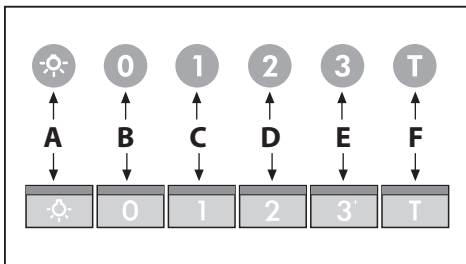

Fig.12
• **Comandi luminosi (Fig.12)** la simbologia è di seguito riportata: